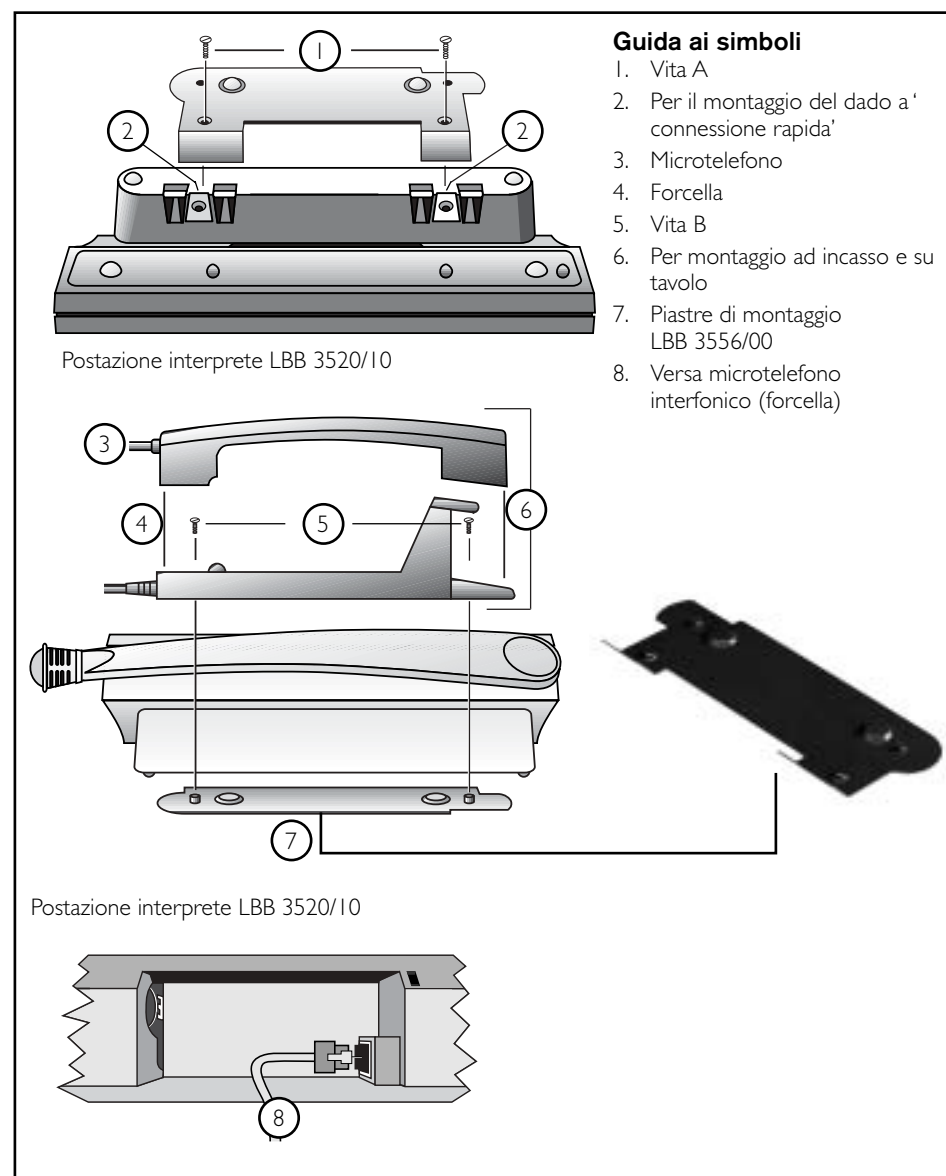

FIG. 3-4 Installazione de telefono Intercom
3.1.2 Installazione telefono Intercom (FIG. 3-4)
NOTA: per il montaggio del telefono Intercom, i dadi a serraggio rapido devono essere montati sull'unità dopo la rimozione delle guide per cavi. (vedi FIG. 3-4).